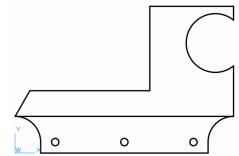

Bild 8.16:
- Füllen Sie die Ausbrüche mit einer *Schraffur*, Muster *ANSI31*, Maßstab **1.0**, Inseleerkennung *Normal*, *Beschriftung*. Da das Modell später im Maßstab 2:1 gedruckt wird, reicht diese Skalierung aus (Abb. 8.16).